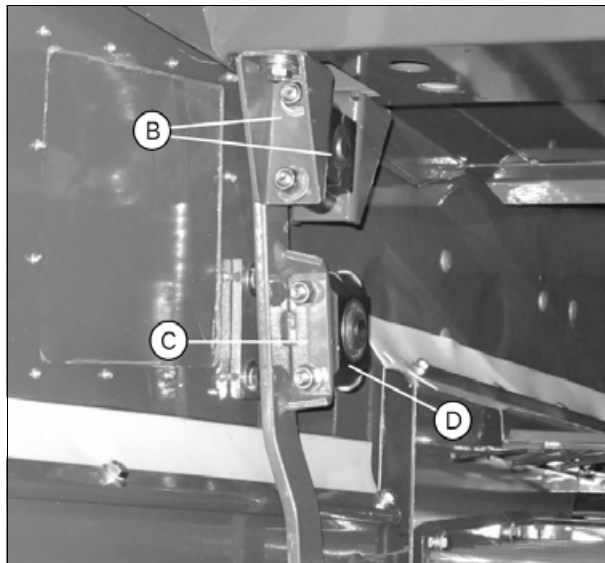

Рис. 1.
- Не забудьте установить прокладку между кронштейном подшипника и второй скатной доской на переднем поворотном рычаге (B) рис. 1.